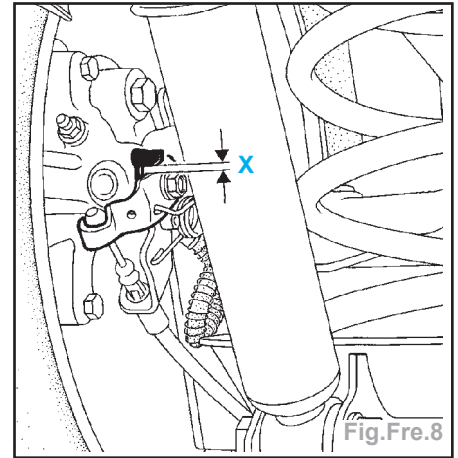

Fig.Fre.8
- Mesurer les cotes «X» sur les étriers gauche et droit. La somme des cotes doit être comprise entre 0,1 et 0,5 millimètre (Fig.Fre.8).